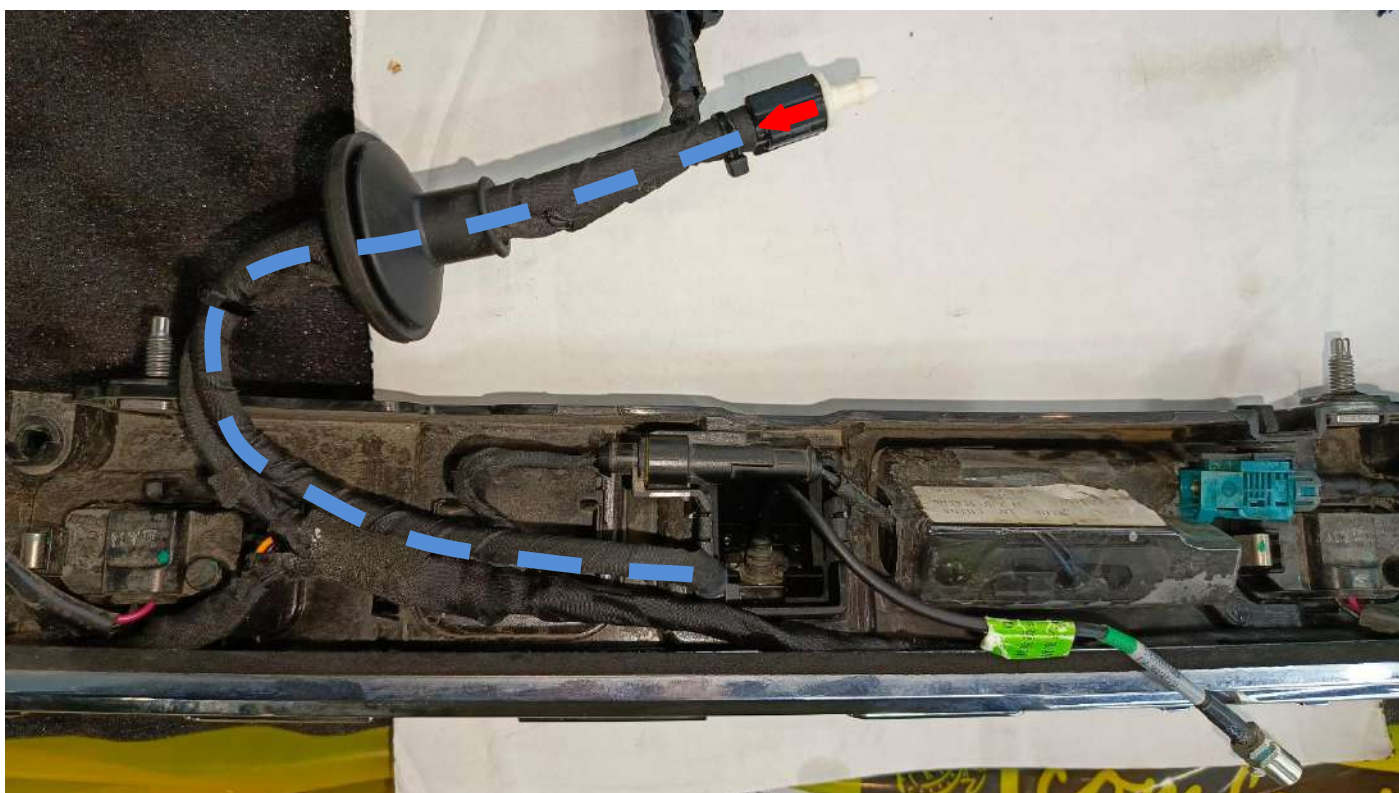

Рисунок 4
- установить обратный клапан на расстоянии 5 см от мембраны, стрелкой по направлению потока омывающей жидкости, места соединений зафиксировать пластиковыми стяжками (рис.4);